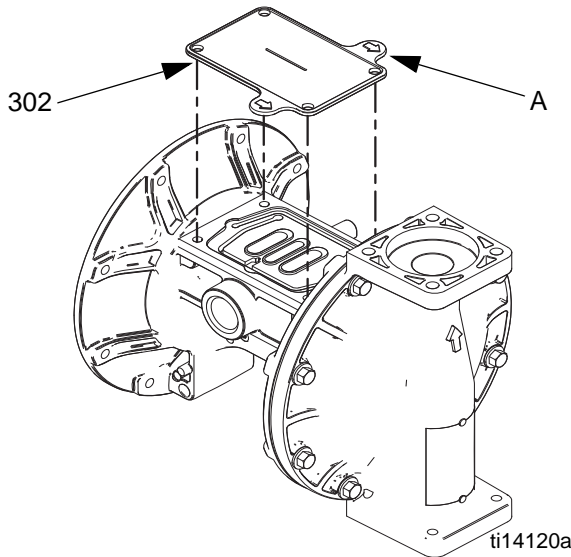

図 9. 液体カバーツール
- c. シャフト U カップ (106) およびダイアフラムシャフト (104) の全長および両端にグリースを塗ります。シャフトをハウジングにスライドさせます。
- f. 最初の液体カバー (3) を再度取り付けます。**トルクの指示**、18 ページを参照してください。
- a. 図 9 を参照してください。同梱ツール (302) をエアバルブガスケット (108) が通常ある場所に配置します。矢印 (A) が、すでに付いている液体カバーの方向に向いていなければいけません。